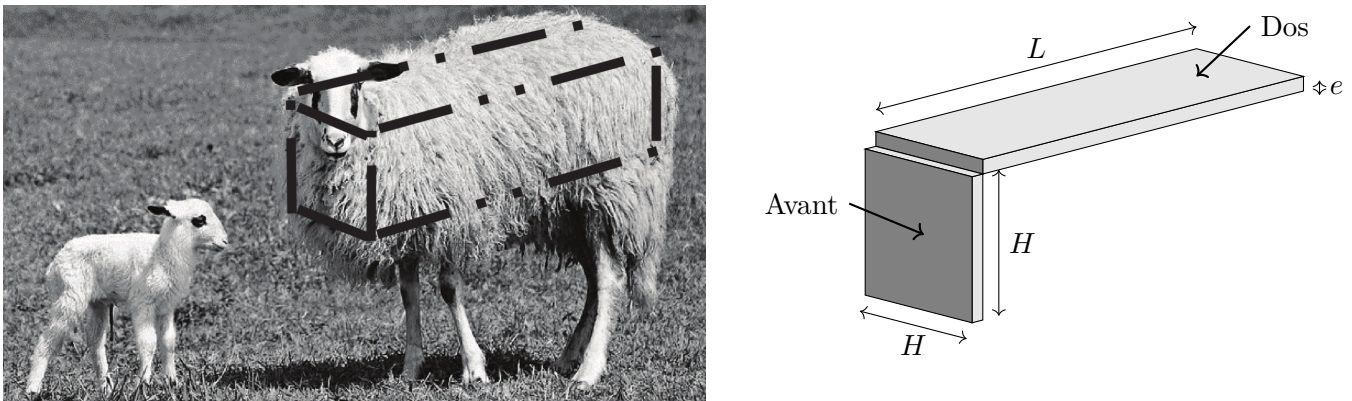

FIGURE 3 – Modélisation d'une brebis. Sur la figure de droite, seules les parties lainières du dos et de l'avant ont été schématisées.
On modélise la brebis debout par un parallélépipède plein, de température uniforme $\Theta_{eq} = 39^\circ\text{C}$, de longueur $L = 100\text{ cm}$ et de section carrée de côté $H = 30\text{ cm}$. Le corps de la brebis est entouré d'une épaisseur e qui peut varier de $e_M = 10\text{ cm}$ de laine avant la tonte à $e_m = 5\text{ mm}$ après la tonte. La situation est représentée en FIGURE 3.
Q.19 Évaluer la diminution de surface en contact avec l'air par rapport aux brebis isolées dans les cas 1, 1', 2 et 2' en fonction de H et $X = L/H = 3,3$. On rappelle que la longueur est notée L et que la section est carrée de côté H , telles que définies dans la FIGURE 3. Quel sera le cas de plus faible conductance thermique ? Dans quelle configuration les brebis ont-elles intérêt à se regrouper ? Quelle sera la diminution relative moyenne de métabolisme nécessaire au maintien de la température interne induite par le regroupement ? Certaines ont-elles intérêt à changer de place de temps en temps ?